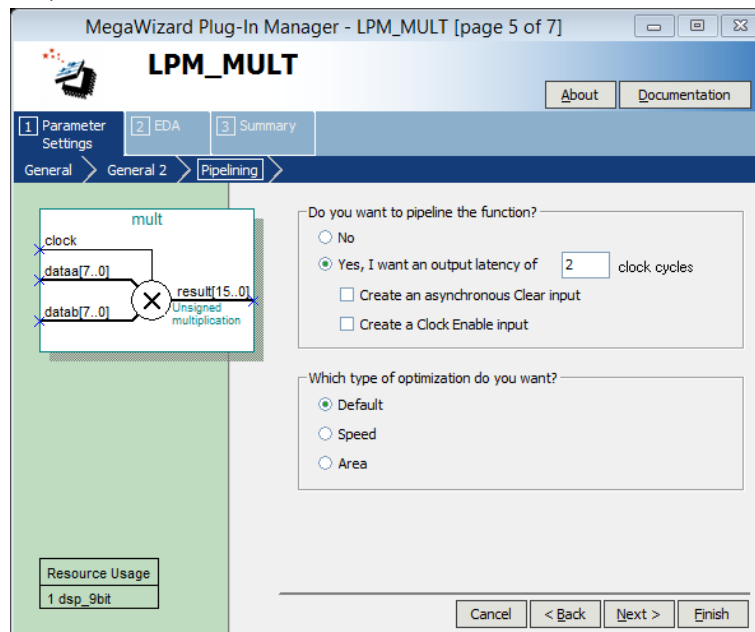

Рис. 14. П'ята сторінка налаштувань MegaWizard Plug-In Manager (вибір затримки видачі результату)
2.1.8. На сторінці 5 (**Pipelining**) (рис. 14) вибираємо **Yes, I want an output latency of 2 clock cycles** (затримка видачі результату на 2 цикли тактової частоти). Натисніть **Next**.